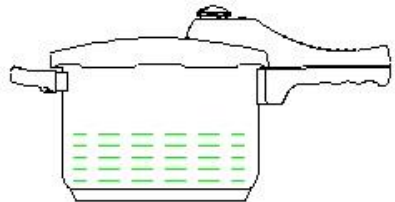

Abb. 2.
- **1/2 des Fassungsvermögens** - schäumende oder aufquellende Speisen, z. B. Reis, Hülsenfrüchte, Suppen, getrocknetes Gemüse (Abb. 2).